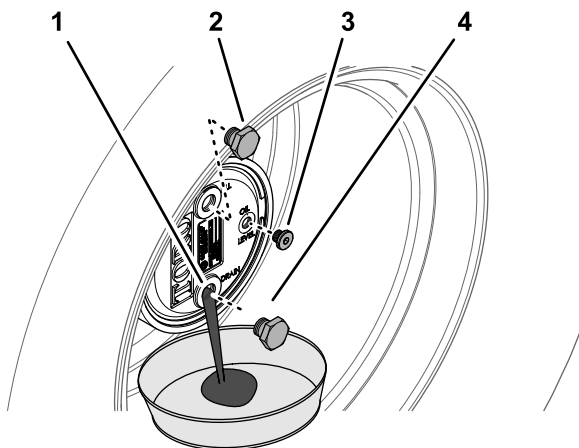

Рисунок 61
2. Снимите пробку заливного отверстия, расположенную в положении «12 часов», и пробку контрольного отверстия, расположенную в положении «3 часа» (Рисунок 61).
- Подставьте сливной поддон под ступицу планетарной передачи, снимите пробку сливного отверстия, расположенную в положении «6 часов», и дайте маслу полностью стечь (Рисунок 61).
- Установите пробку сливного отверстия в сливное отверстие корпуса планетарного редуктора (Рисунок 61).